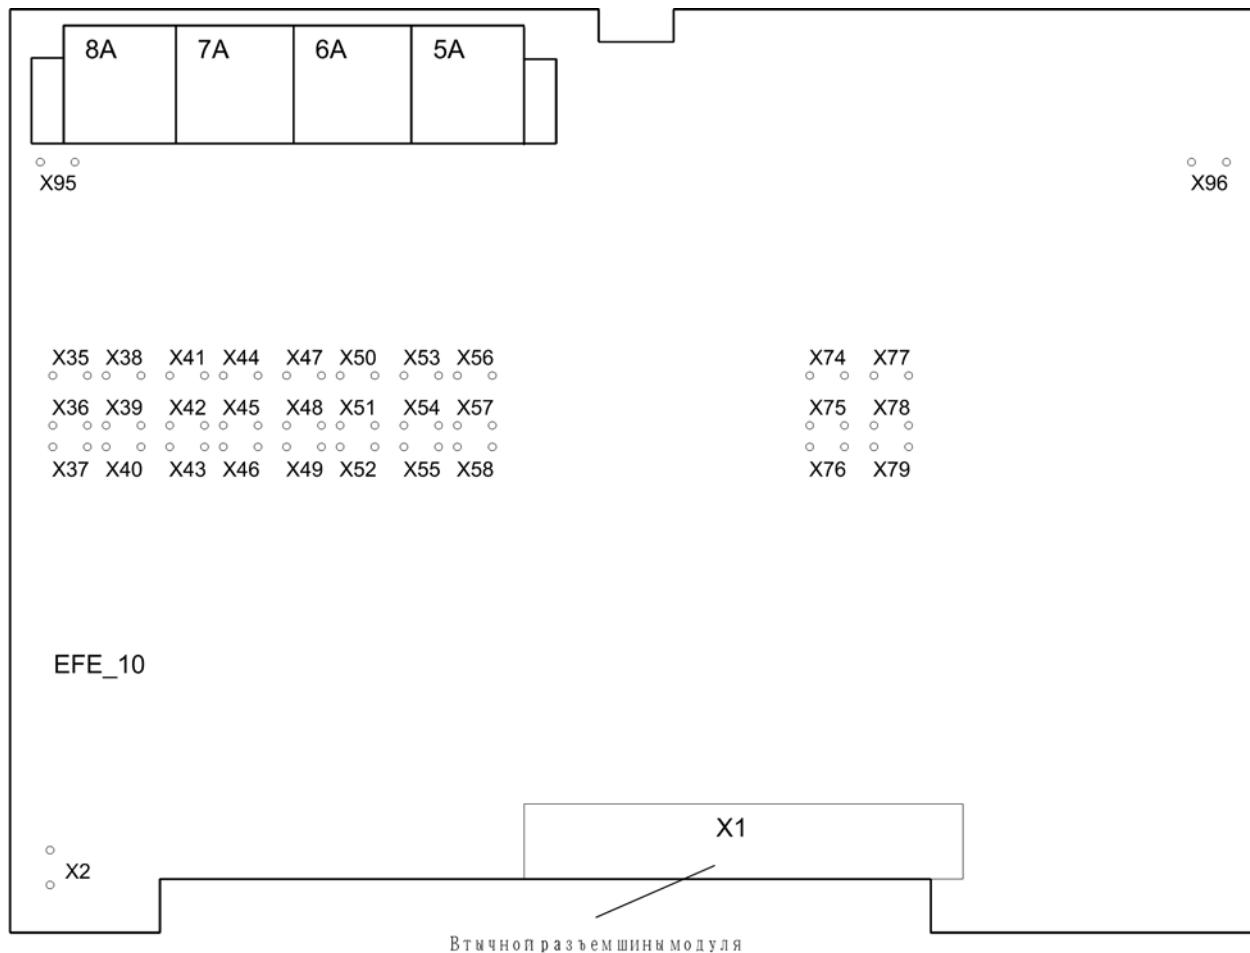

рис. 3-4 Расположение перемычек модуля EFE_10 (терминал присоединения 7SS525)
- Выньте штепсельный разъем X1 на передней панели модуля EFE_10 (рис. 3-4, стр. 44) и вытяните модуль.
- Измените номинальное напряжение срабатывания дискретных входов на желаемое значение (рис. 3-4, стр. 44 и Таблица 3-4, стр. 44).